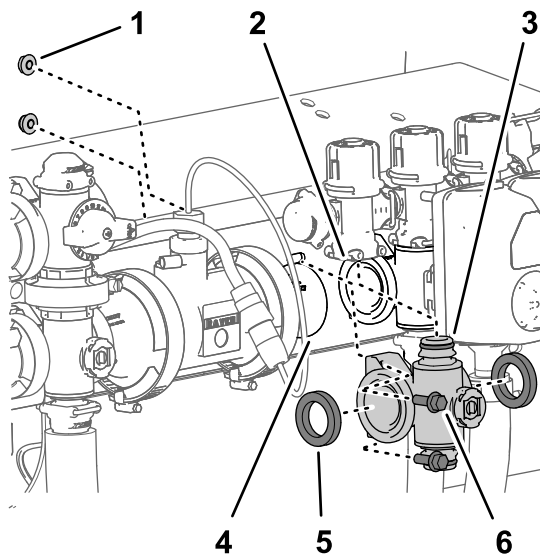
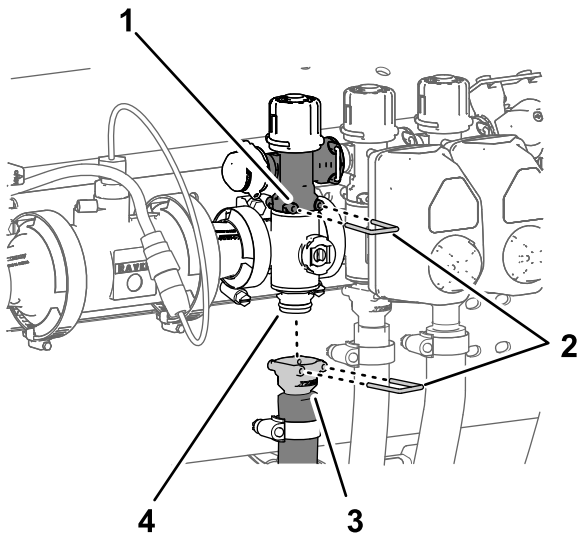

Figure 115
Figure 116
- Alignez les 2 joints que vous avez retirés à la section Dépose de la valve de collecteur de section de rampe (page 84) et les brides du collecteur de vanne de section (Figure 115).
- Alignez la bride du collecteur de vanne de section entre les brides des autres vannes de section et/ou adaptateur d'accouplement (Figure 115).
- Fixez le raccord rapide du collecteur de vanne de section au raccord rapide femelle de la vanne de dérivation de section à l'aide d'un l'étrier de fixation (Figure 115 et Figure 116).
5. Pour les collecteurs de vannes de section gauche et droite, fixez le collecteur de vanne de section au support de vannes (Figure 115) à l'aide des 2 boulons à embase ($\frac{1}{4} \times \frac{3}{4}$ po) et des 2 contre-écrous à embase ($\frac{1}{4}$ po) que vous avez
- Fixez le raccord rapide du flexible de section au raccord rapide du collecteur de vanne de section à l'aide de l'étrier de fixation (Figure 116).